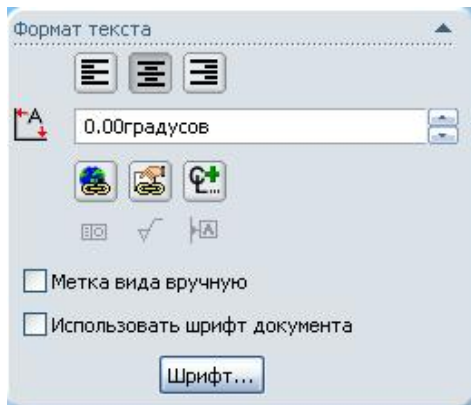

Рис. 6
- В появившемся в Менеджере свойств (Property Manager) окне **Заметка** отключите, при необходимости, параметр **Использовать шрифт документа** (рис. 6);